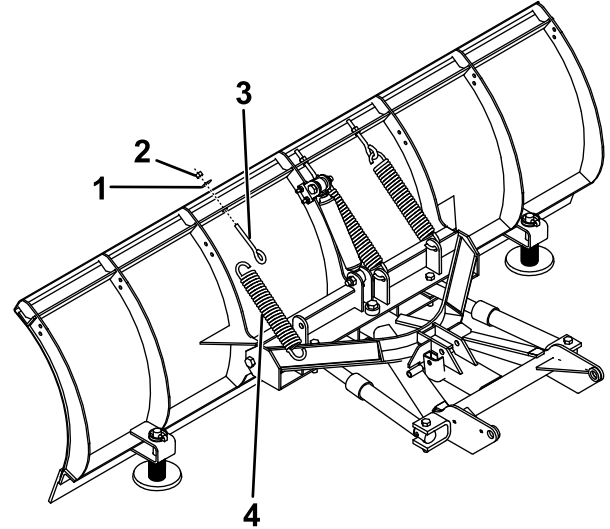

Figure 7
1. Accrochez les ressorts de déclenchement dans les trous sur le cadre de poussée (Figure 7).
2. Accrochez l'autre côté des ressorts de déclenchement aux boulons à œil (Figure 7).
3. Insérez l'extrémité filetée des boulons à œil dans les trous sur la lame de déneigement et fixez-les avec des rondelles et des écrous autofreinés (Figure 7).